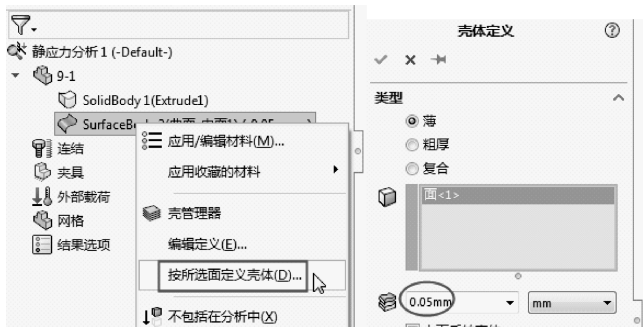

图 9-55 定义壳体
- 04 右键选中创建的中面，执行【按所选面定义壳体】命令。在【壳体定义】属性面板中，先选择中面，接着设置壳体厚度 0.05mm，单击【确定】按钮，完成壳体定义，如图 9-55 所示。